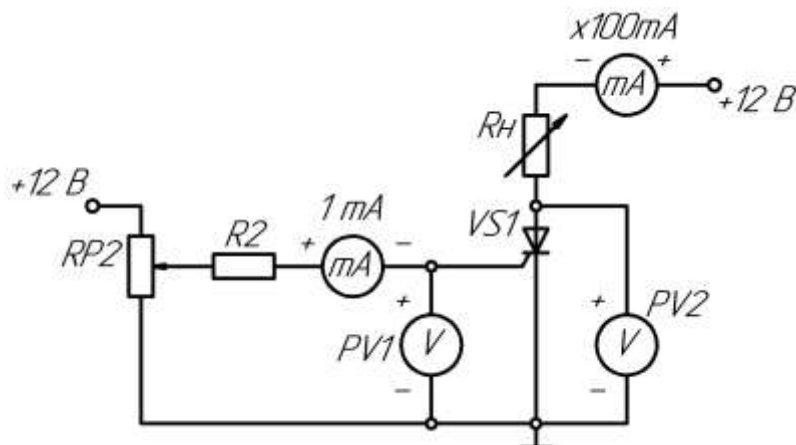

Рис.14
1) Собрать схему для исследования тиристора на постоянном токе в соответствии с рис. 14. Регулятор R_H перевести в положение «0», соответствующее минимальному значению сопротивления.